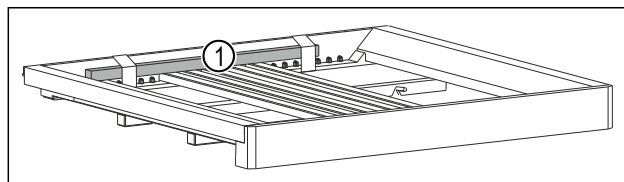

Fig. 52 *
- ▶ Îndepărtați bara de lemn Fig. 52 (1)*.